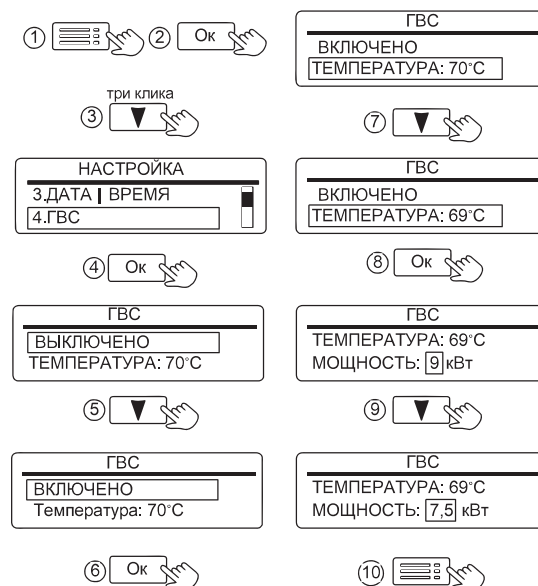
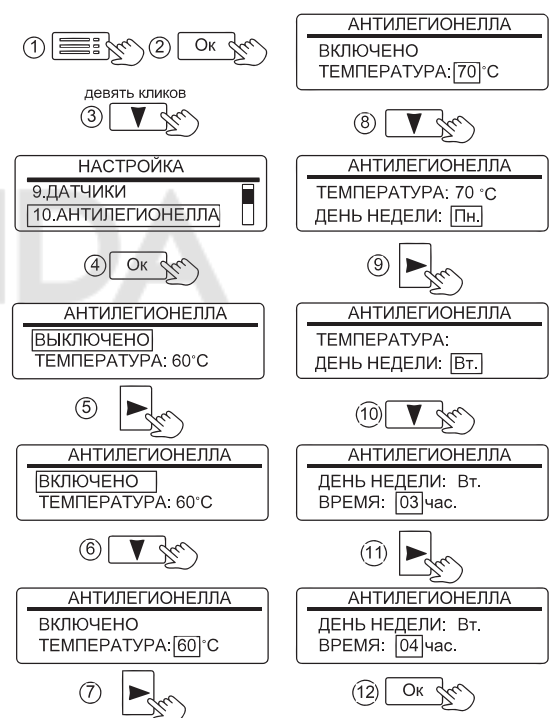

Рисунок 12. Настройка режима «ГВС»
Рисунок 14. Настройка времени включения режима «ЛЕГИОНЕЛЛА»
Активация режима «ГВС» и настройка температуры горячей воды показана на рис. 12. Начальная заводская настройка температуры горячей воды - 70°C. При активированном режиме отображается как «ГВС» (см. рис. 5), при выключенном режиме, неисправном или отключённом датчике отображается как ~~ГВС~~. В подменю «ГВС» предусмотрена настройка ограничения мощности ТЭН. Данную настройку рекомендуется применять при неисправности «ПЕРЕГРЕВ КОТЛА» возникающей
В любой воде существует возможность развития бактерий легионеллы. Чтобы исключить угрозу отравления водой, получаемой из косвенного водонагревателя, прибор имеет режим «АНТИЛЕГИОНЕЛЛА». Режим автоматически активируется при подключении NTC-датчика температуры к плате контроллера и включения режима «ГВС» (см. рис. 12). При отключении NTC-датчика – режим деактивируется и меню «АНТИЛЕГИОНЕЛЛА» (см. рис. 14) не доступно для Пользователя. Если режим активирован – каждую неделю, в установленное время выполняется нагрев воды в косвенном водонагревателе до значения, установленного в настройках прибора –
см. рис. 14 (заводская настройка – 60°C). Температура поддерживается в течении десяти или пяти минут, в зависимости от установленного значения. Во время нагрева вместо надписи «ГВС» отображается значок «60°» (см. рис. 13).
Заводская настройка времени включения нагрева – Понедельник, 03:00. Имеется возможность изменения времени включения и значения температуры нагрева (см. рис.14).
Перед активацией режимов «АНТИЛЕГИОНЕЛЛА» и «ГВС» рекомендуем уточнить максимально-допустимую температуру нагрева воды в бойлере. Для предотвращения риска причинения вреда здоровью и поломки оборудования, значения температурных уставок в режимах «ГВС» и «АНТИЛЕГИОНЕЛЛА» должны быть меньше максимально-допустимой температуры нагрева воды в бойлере. При необходимости уменьшите значения уставок (см. рис. 12, см. рис. 14).
11.1.4 «4.ГВС» - установка состояния режима «ВКЛЮЧЕНО / ВЫКЛЮЧЕНО». Индикация «ВКЛЮЧЕНО» означает разрешение на работу режима ГВС. Индикация «ВЫКЛЮЧЕНО» запрещает работу режима «ГВС» (см. рис. 12).